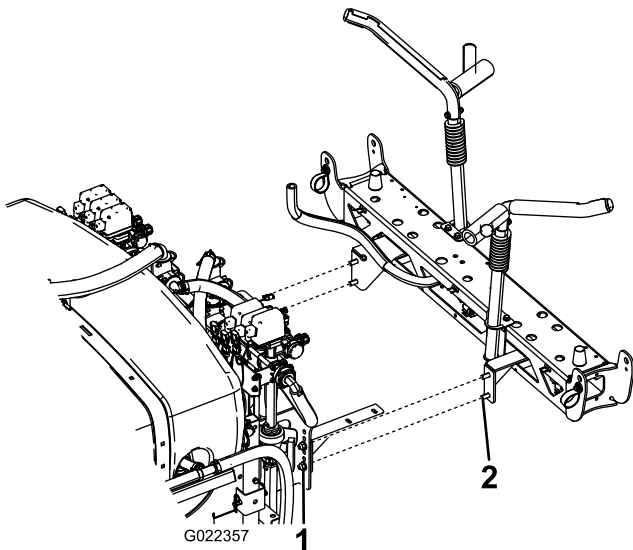

Рисунок 19
2. Установите среднюю стрелу в сборе через третье отверстие от нижней части кронштейнов на системе опрыскивания в сборе, как показано на Рисунок 19, с помощью 4 болтов (1/2 x 1 1/4 дюйма) и 4 контргайк (1/2 дюйма).